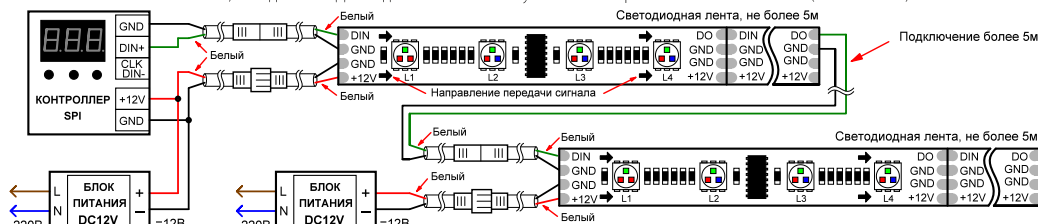

Рис.1. Схема подключения ленты.
- Подключите ленту к выходу блока питания и к контроллеру согласно приведенной схеме (Рис.1.), соблюдая полярность. При подключении ленты и соединении отрезков учитывайте направление передачи цифрового сигнала, указанное стрелкой на ленте. Вход сигнала управления имеет обозначение «DIN», выход – «DO». Для подключения используйте коннекторы из комплекта поставки (Рис.2 и Рис.3).
- Подключите ленту согласно схеме (Рис.1.), соблюдая полярность.